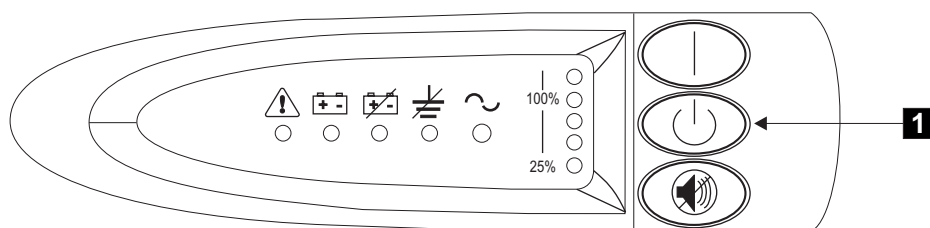

図 227. 2145 無停電電源装置のフロント・パネル・アセンブリー
1. 2145 UPS のフロントで、オフ・ボタン (図 227 の **1**) を、約 5 秒間または長いビープ音が停止するまで押し続けます。